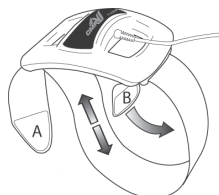

Afbeelding 4
7. Het langere bandje moet aan de achterkant omlaag vallen en het kortere bandje en het snoer moeten aan de voorkant omlaag vallen. (Afbeelding 4)
8. Breng het langere bandje langs de voorkant van de borst en maak dit vast aan het kortere bandje zodat het hulpmiddel stevig vastzit over de breukplaats. (Afbeelding 4)